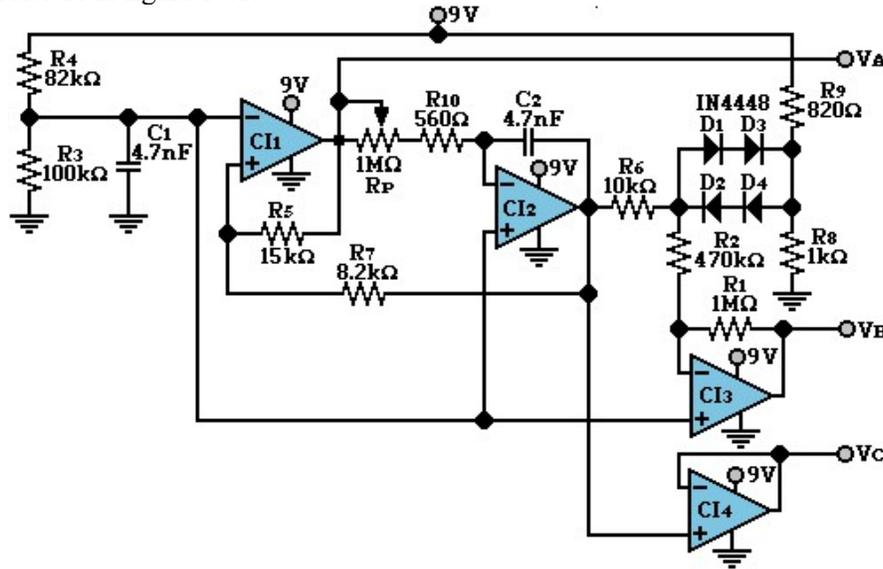

Figura 10.1
2. Explique el funcionamiento del circuito, así como las configuraciones que utiliza el circuito de la figura 10.1. este deberá ser entregado al profesor del laboratorio al inicio de este.
- Arme el circuito de la figura 10.1.
- ¿Qué función tiene el potenciómetro en el circuito de la figura 10.1?
- ¿Qué función tiene los capacitores en el circuito de la figura 10.1?
- En general, que modificaciones haría para mejora el circuito de la figura 10.1
- Compare las señales de salida del circuito de la figura 10.1 con las obtenidas en la simulación de las actividades previas de la práctica y comente sus resultados.